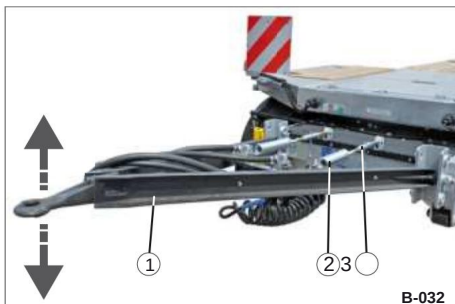

Bild 48 Höjdjustering - Variant 1/2
Dragstångens höjd justeras med hjälp av den tvådelade justeringsmekanismen (Bild 48/3).
Spännfjädrarna (bild 48/2) ger ett visst spel för att komprimera spännöglorna i kopplingsbackarna.
• Kontrollera dragstångens höjd (Bild 48/1) före tillkoppling.